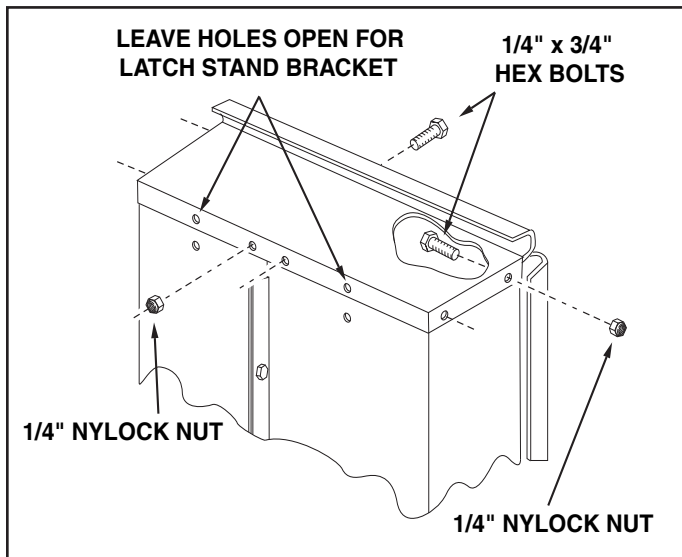

FIGURE 5
9. Assemble the front panel over the end of the cart using six $1/4" \times 3/4"$ hex bolts and $1/4"$ nylock nuts as shown in figure 5. Leave two holes in the bottom of the panel empty as shown. With the cart body halves pulled together, **tighten** the bolts in the bottom of the front panel, then **tighten** the bolts in the sides. See figure 5.
9. Assemblez le panneau avant sur l'extrémité de la remorque en utilisant six boulons hex. 1/4" x 3/4" et des contre-écrous hex 1/4" comme montré dans la figure 5. Laissez deux trous vides en bas du panneau comme indiqué. Ayant les éléments de moitié de carrosserie liés l'un à l'autre, serrez les boulons en bas du panneau avant, puis serrez les boulons sur les côtés. Voir figure 5. A ce stade, serrez les boulons assemblés lors de l'étape 4, ce qui fixe le bas de la remorque avec celle-ci.